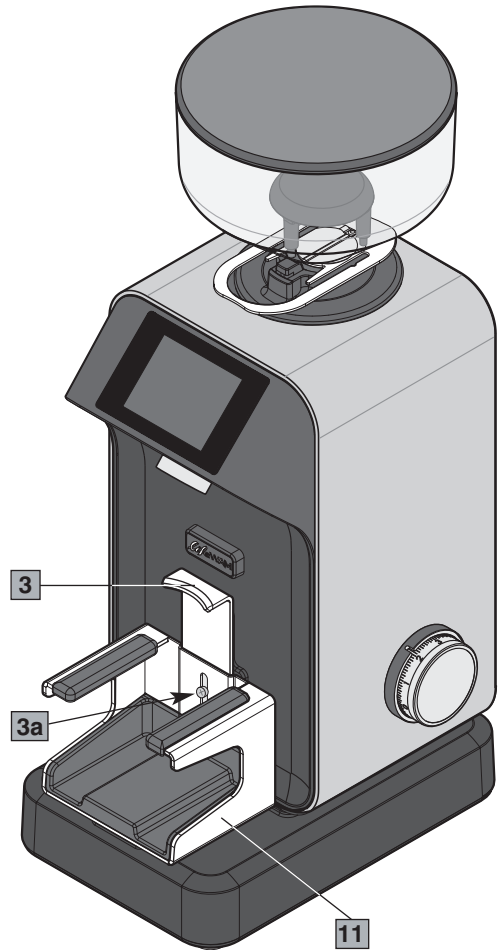
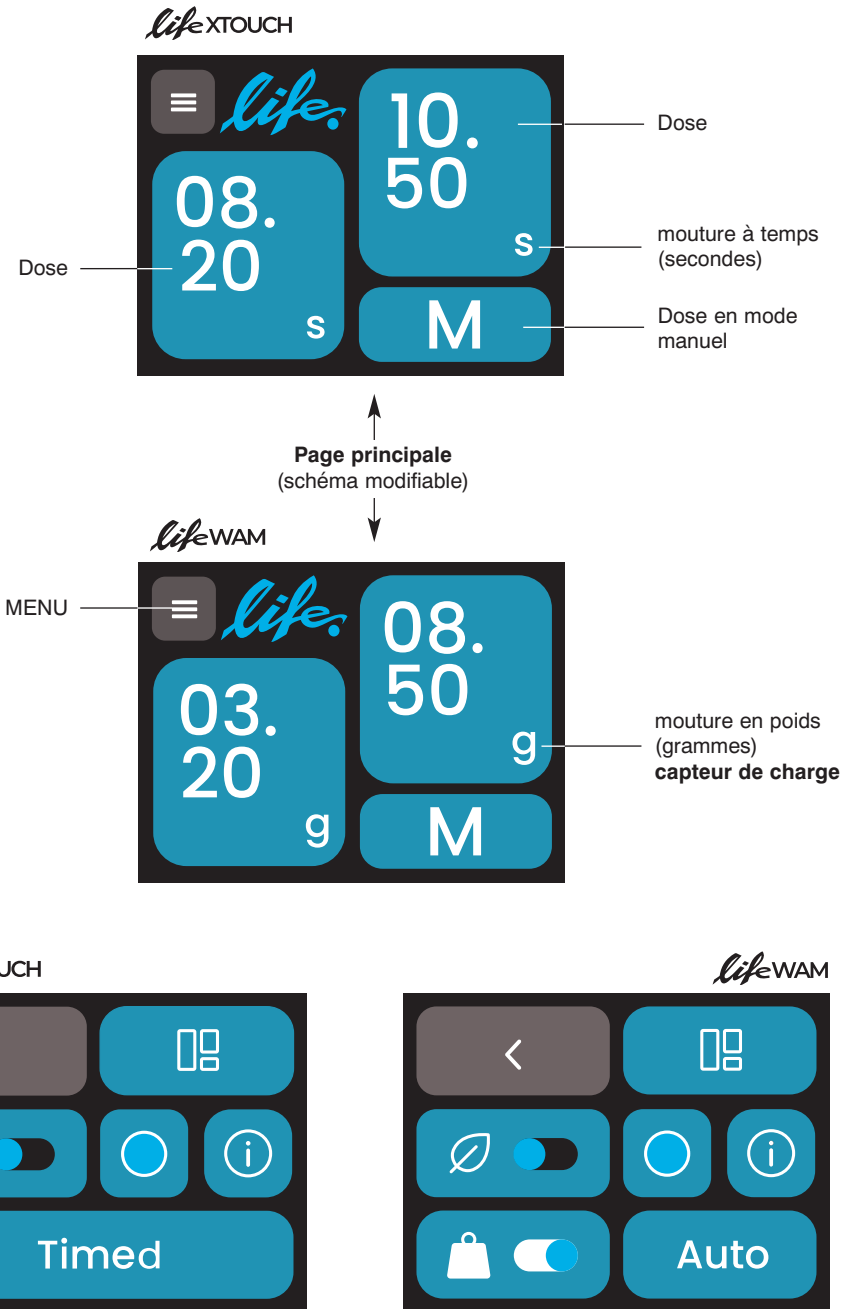

Fig. 5
Fig. 6
### Composants principaux (Fig. 1, Fig. 2, Fig. 3, Fig. 4, Fig. 5, Fig. 6)
- 3 Selon le modèle, placer la coupe porte-filtre sur la fourche d'appui (2 Fig. 1) ou sur le capteur de charge (11 Fig. 5) en la bloquant sous le support (3 Fig. 1 - 3 Fig. 5) précédemment réglé selon le modèle de la coupe porte-filtre utilisée.